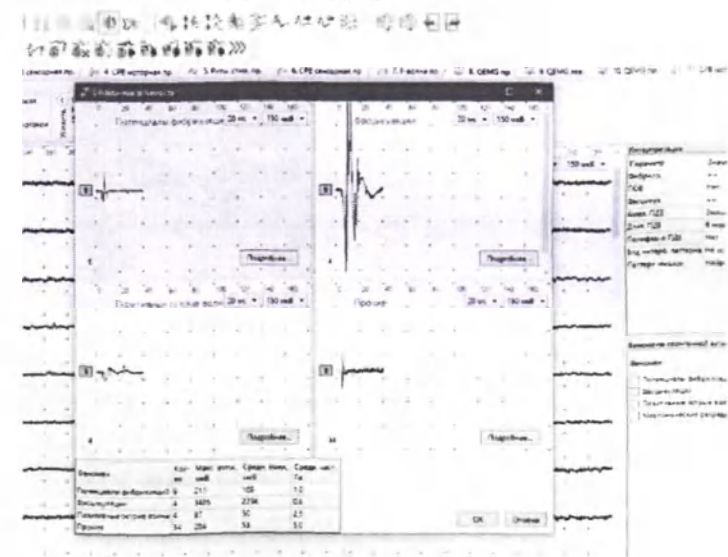

Рис. 186. Первичный количественный анализ спонтанной активности
3. При этом программой с использованием специальных алгоритмов проводится поиск феноменов спонтанной активности. Они разделяются на виды: «Потенциалы фибрилляций», «Положительные острые волны», «Фасцикуляции», «Прочие» (рис. 186).